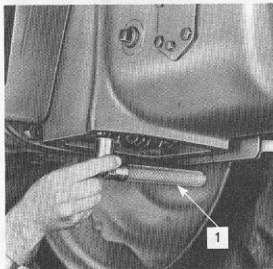

Fig. 65 Borttagning av sugsilen från "Select-O-Speed" växellåda (Super Major 5000)
2. Tag bort de tio bultar som håller kåpan vid växellådans botten och tag bort kåpan. Se fig. 65.